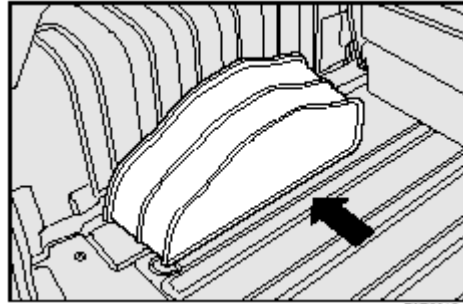

рис. 3
□ Для версий **Combi** и **Qubo**: открыть задние духстворчатые двери багажника,(версии ж Combi) или дверь багажника (версии Qubo ), извлечь сумку с инструментом **рис. 3** установленную с левой стороны багажника, отстегнув ее из держателя и , установить ее рядом с колесом, которое надо заменитьи;